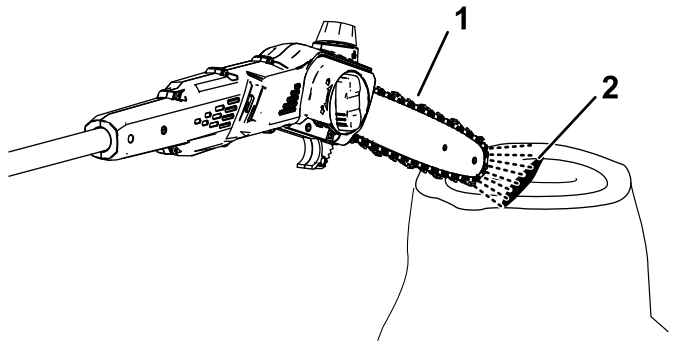

Figura 16
2. Per accertarvi che l'olio fluisca verso la catena, puntate la punta della elettrosega a pochi pollici da una superficie (per esempio, carta, cartone, un ceppo) e azionate la elettrosega; dovrete essere in grado di vedere un leggero zampillo di olio sulla superficie (Figura 16).